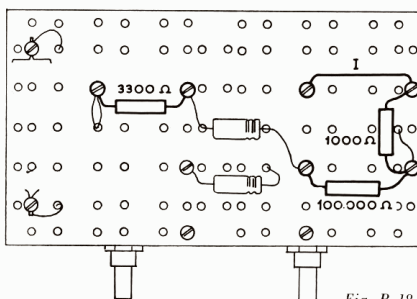

Fig. B 18
- Monteer de drie weerstanden van 3300, 1000 en 100.000 ohm en vervolgens de draad, die gemerkt is met de letter I (fig. B 18).